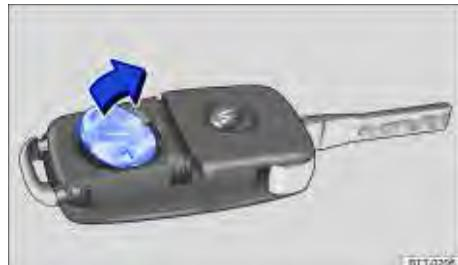

Fig. 26 Chave do veículo com comando remoto: remover a bateria.
- Remover a bateria do alojamento da bateria com uma ferramenta adequada → Fig. 26.
- Posicionar a nova bateria conforme indicado → Fig. 26 e pressionar no sentido contrário ao da seta para dentro do alojamento da bateria → ②.